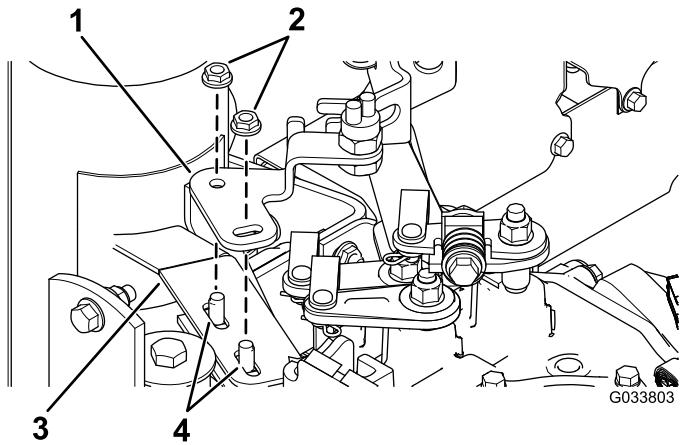

図 4
3. ボールスイッチ用ブラケットをマフラーのフレームに取り付けるキャリッジボルト5/16 x 1 インチ2本とロックナット5/16 インチ2個を使用して図4のように取り付ける。